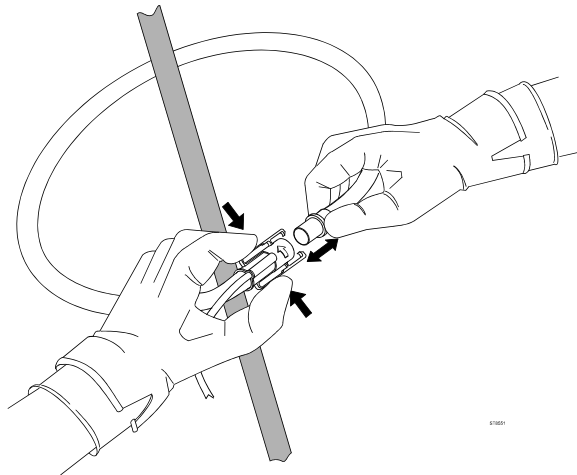

Figura 4. Aplicación de la sonda flexible alrededor del conductor.
4. Fije la sonda flexible alrededor del conductor (Ver Figura 4.)